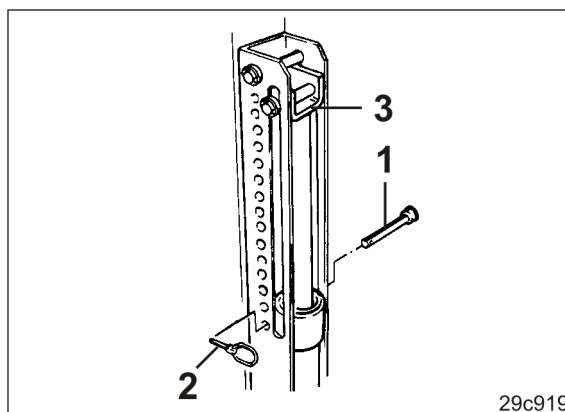

Fig. 176
3. Stikk bolten (Fig. 176/1) under festet (Fig. 176/3) inn i en boring i hullgruppen og (Fig. 176/2) sikre med en splint.